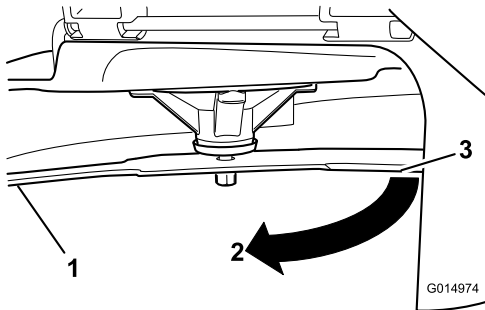

Figura 107
3. Segunda distancia medida entre cuchilla y superficie (B)
4. Gire la misma cuchilla 180 grados de manera que el otro extremo esté en la misma posición (Figura 107).